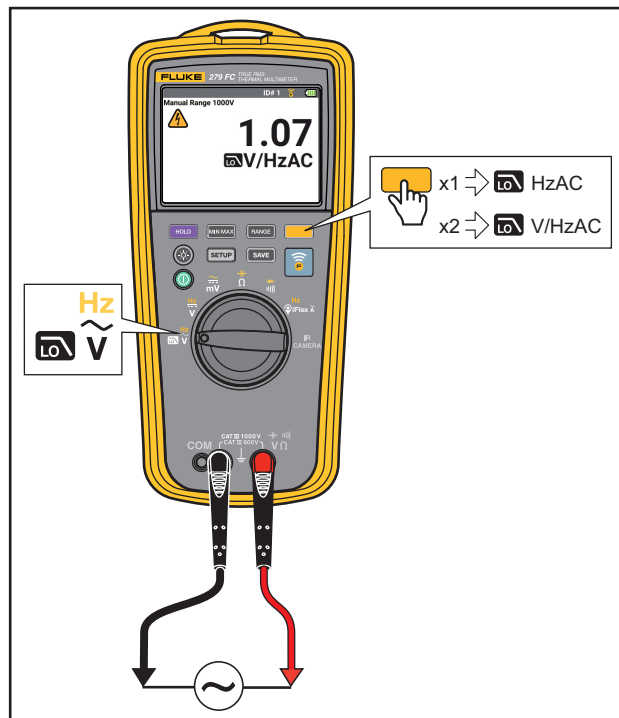

Figura 6. Rapporto Volt/Hertz
- Rapporto Volt/Hertz. Vedere la Figura 6.
Il Multimetro può mostrare il rapporto tra i Volt e la frequenza del segnale a.c. Vedere la Figura 6.